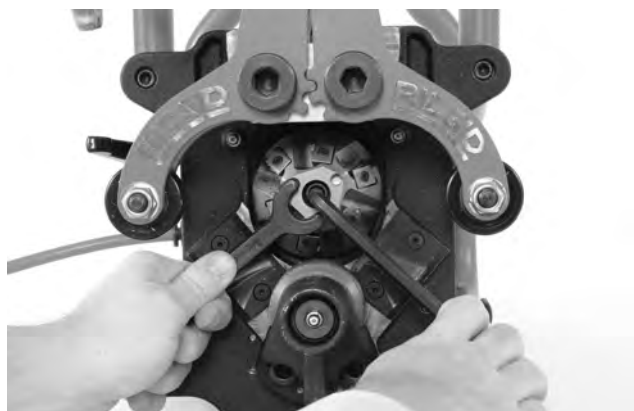

Figura 25A – Cambio del cabezal cortador
2. Con la llave T15 que se incluye, quite los tornillos y las placas de corte del cabezal cortador. Si fuera necesario, use la llave inglesa para girar el cabezal cortador (Figura 24, Figura 25A).
2. Con una llave hexagonal de $\frac{5}{16}$ " , quite el tornillo de casquete hexagonal que une el cabezal cortador a la biseladora (Figura 25A).